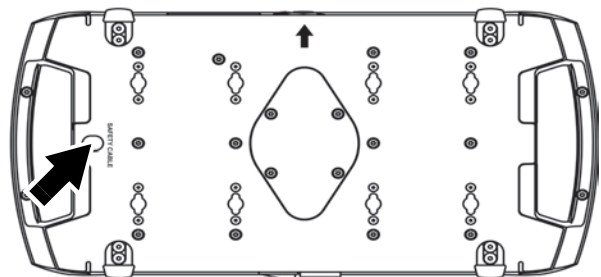

Bild 7: Ankerpunkt des Sicherungsseils
5. Siehe Bild 7. Montieren Sie ein zugelassenes Sicherungsseil, das für das Gewicht des Geräts ausgelegt ist. Führen Sie das Sicherungsseil durch den Ankerpunkt an der Basis des Geräts (Pfeil) und durch einen sicheren, zweiten Ankerpunkt. Das Gerät muss zuverlässig gehalten werden, wenn die primären Anschlagmittel versagen. Halten Sie das Sicherungsseil so kurz wie möglich.